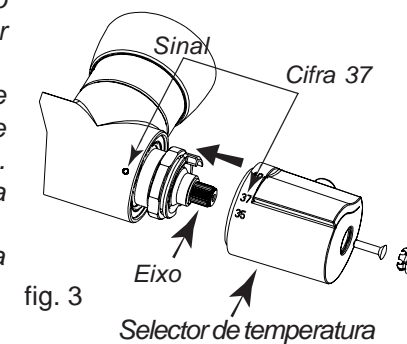

fig. 3
- Montar de novo o selector de temperatura (o eixo não deve dar voltas) alinhando a cifra 37 com o sinal (ver fig. 3). Fixar o conjunto com o parafuso